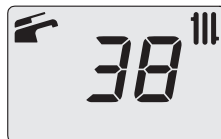

Figura 2.4
- El display LCD muestra la temperatura de la caldera (circuito primario) y los símbolos  y  (Figura 2.4).